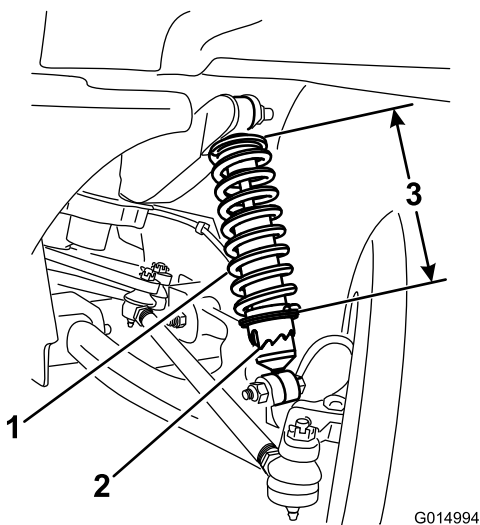

Рисунок 61
3. Используя инструмент TORO 6010, поверните кольцо на амортизаторе, чтобы изменить длину пружины (Рисунок 61).